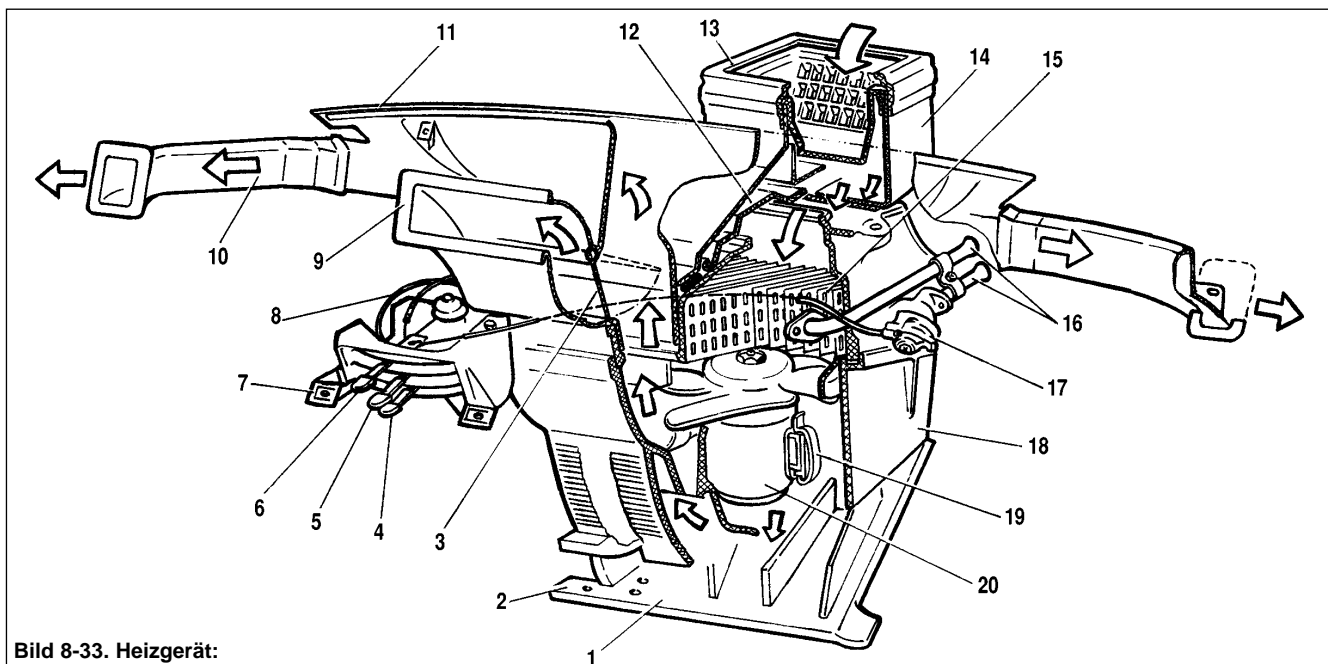

Bild 8-33. Heizgerät:
- Den Betätigungshebel 6 (Bild 8-33) des Hahns 17 des Heizgerätes bis zum Anschlag nach rechts schieben und Flüssigkeit aus der Kühlanlage des Motors ablassen,